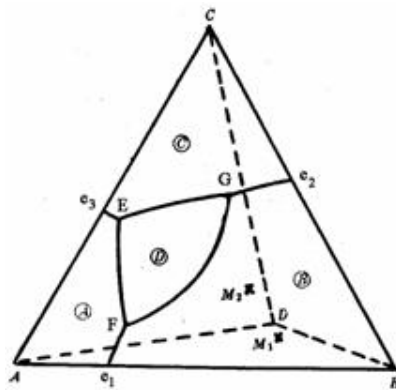

图6-14
6-26 图6-14为一个三元系统相图。根据此图：(1) 判断化合物D的性质,标出图中各边界和界线温降方向并判断界线性质；(2) 判断无变量点E、F、G的性质,并写出相平衡关系式；(2) 写出熔体M1和M2的冷却析晶过程；(3) 计算熔体M2液相刚到结晶结束点时以及结晶结束后的各相含量。